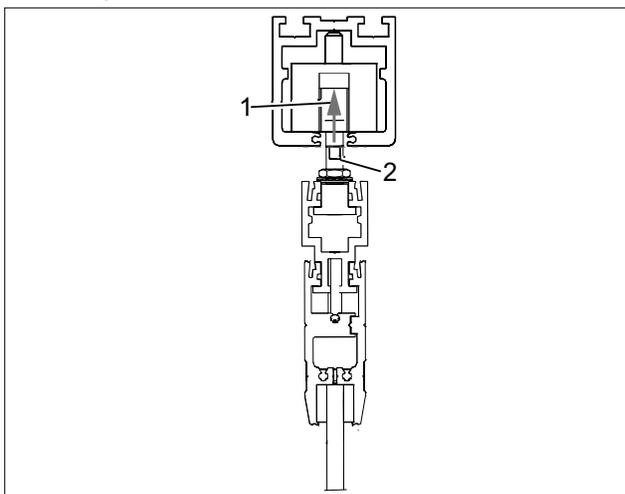

Abb. 25 Drehendflügel befestigen
3. Den Bolzen (Abb. 25/1) mit einem 8-mm-Maulschlüssel in das obere Drehlager drehen, bis die Schlüssel­fläche (Abb. 25/2) bündig mit der Unterkante der Laufschiene abschließt.